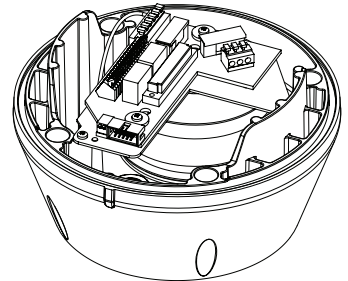

Fig. 1
- ⚠ Nel caso sia necessario cambiare il fusibile, sostituire il componente "FUSE" indicato nello schema. Il valore del fusibile è diverso a seconda del voltaggio dell'apparecchiatura. Per il giusto valore, vedere la tabella in Fig. 1.
- Aprire il coperchio della scatola stagna (3) ed eseguire i collegamenti.
- ⚠ En cas de nécessité de changer le fusible, remplacer le composant "FUSE" indiqué sur le schéma. La valeur du fusible diffère en fonction de la tension de l'appareil. Pour la valeur correcte, se reporter au tableau de la Fig. 1.
- Ouvrir le couvercle de la boîte étanche (3) et effectuer les connexions.
- ⚠ If it is necessary to change the fuse, see the diagram where it is marked "FUSE". The size of the fuse will vary according to the voltage of the equipment. For the correct size, see the table in Fig. 1.
- ⚠ Falls die Schmelzsicherung ausgetauscht werden muß, ist die im Schaltplan dargestellte Komponente "FUSE" zu erneuern. Der Ampere-Wert der Sicherung hängt von der Voltzahl des Gerätes ab und kann der Tabelle in Fig. 1 zutreffend entnommen werden.